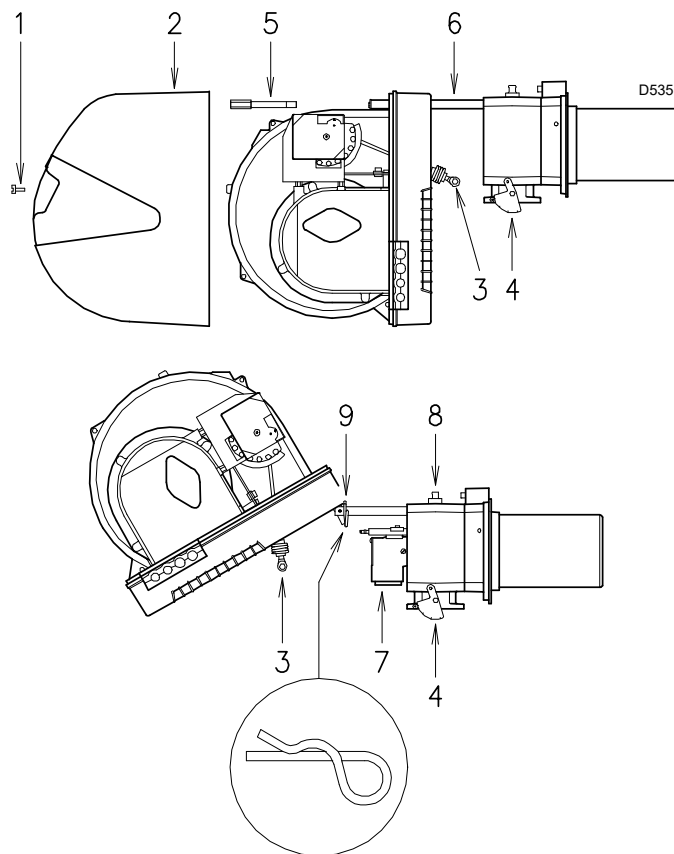

Fig. 40
- Quitar el tornillo 1) y extraer la cubierta 2)(Fig. 40).
- Soltar la rótula 3) del sector graduado 4)(Fig. 40).
- Sacar el tornillo 5) y el pasador hendido 9) y hacer retroceder el quemador sobre las guías 6)(Fig. 40) aproximadamente 100 mm.
- Girarlo como se aprecia en la figura e introducir en el orificio de una de las dos guías el pasador 9)(Fig. 40), de modo que el quemador permanezca en esta posición.
En este punto es posible extraer el distribuidor de gas 7), después de haber desenroscado el tornillo 8)(Fig. 40).
- Quitar el pasador 9)(Fig. 40) y empujar el quemador hasta que esté a unos 100 mm del manguito.
- Volver a colocar el tornillo 5) y el pasador 9)(Fig. 40) y, con cuidado, tirar de los cables de la sonda y del electrodo hacia afuera hasta que queden ligeramente tensados.
- Volver a enganchar la rótula 3) en el sector graduado 4)(Fig. 40).